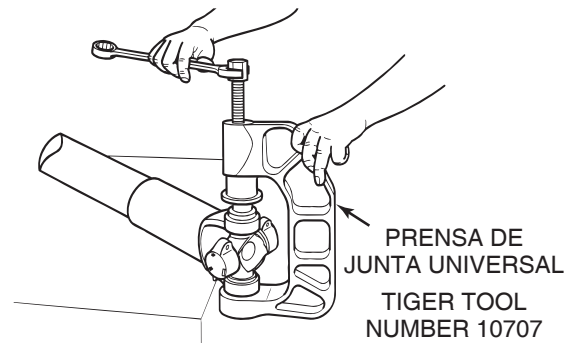

Figura 4.9
1. Posicione la prensa de junta universal (Tiger Tool número 10707). Figura 4.9. Consulte la página de notas de servicio en la tapa frontal interna de este manual sobre información para obtener esta herramienta.